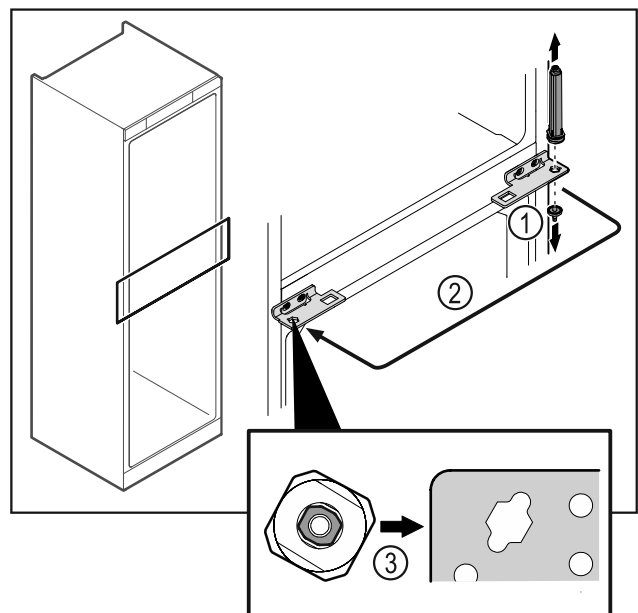

Fig. 44
- Развийте болта на пантата Fig. 44 (1).
- Преместете затварящата система на вратата Fig. 44 (2).
- При поставяне се уверете, че затварящата система на вратата е правилно подравнена Fig. 44 (3).